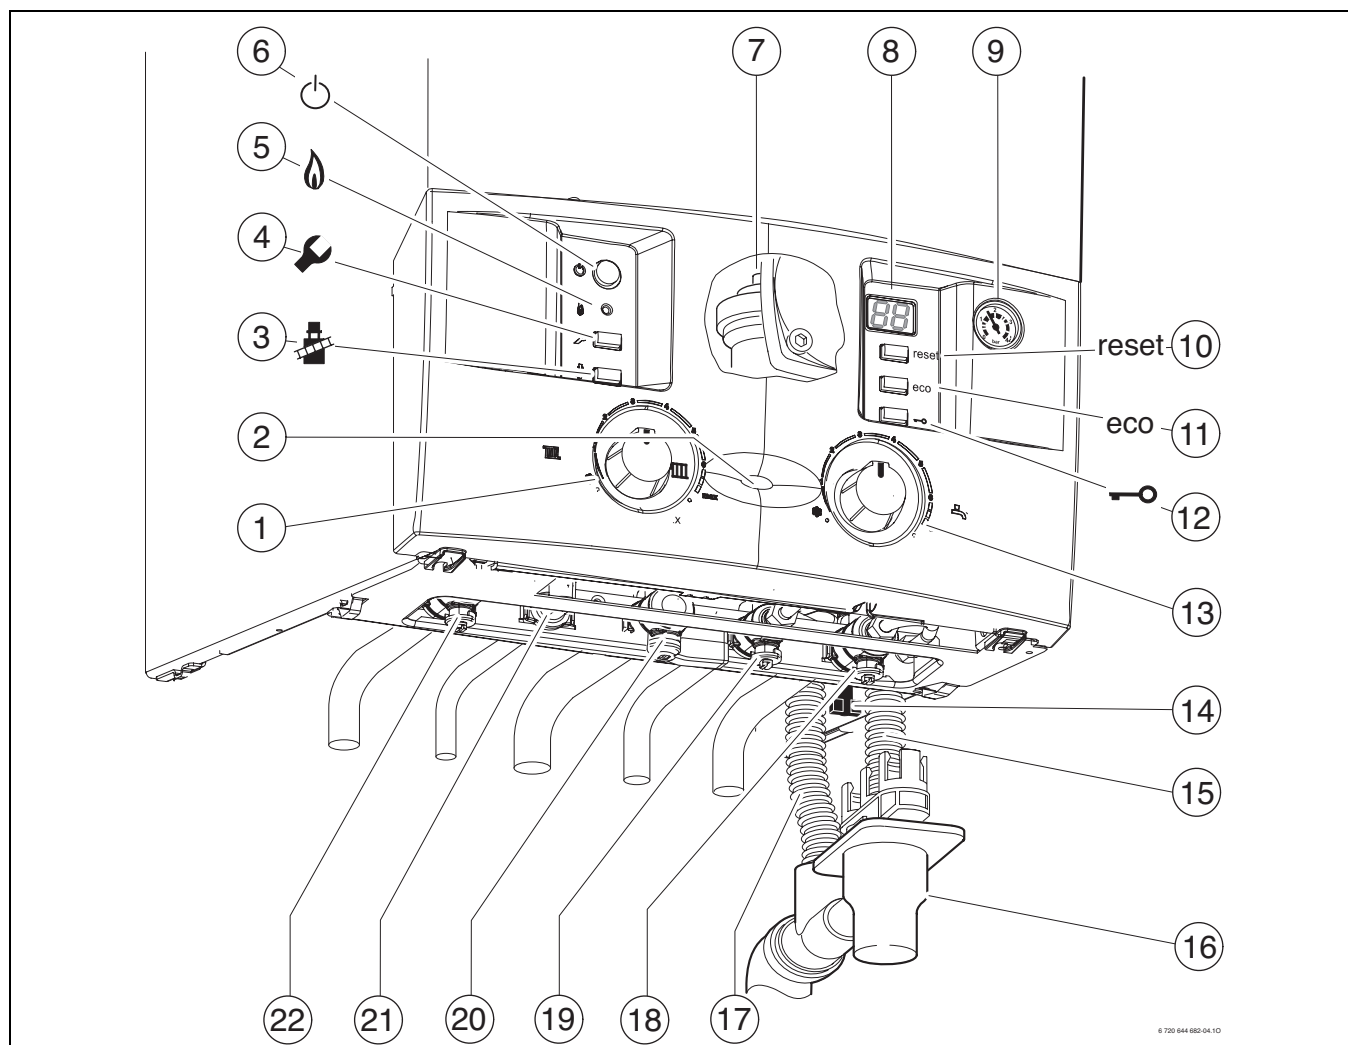

Fig. 23
- Ouvrir le robinet d'eau froide (→ fig 23, [19]).
- Ouvrir le robinet de départ du chauffage et le robinet de retour du chauffage (→ fig 23, [18] et [22]), remplir l'installation de chauffage à l'aide du robinet de remplissage (→ fig 23, [14]) à une pression comprise entre 1 et 2 bars et fermer le robinet de remplissage.
- Ouvrir le robinet de gaz (→ fig 23, [20]).
- Ouvrir le purgeur automatique (→fig. 23, [7], page 24).